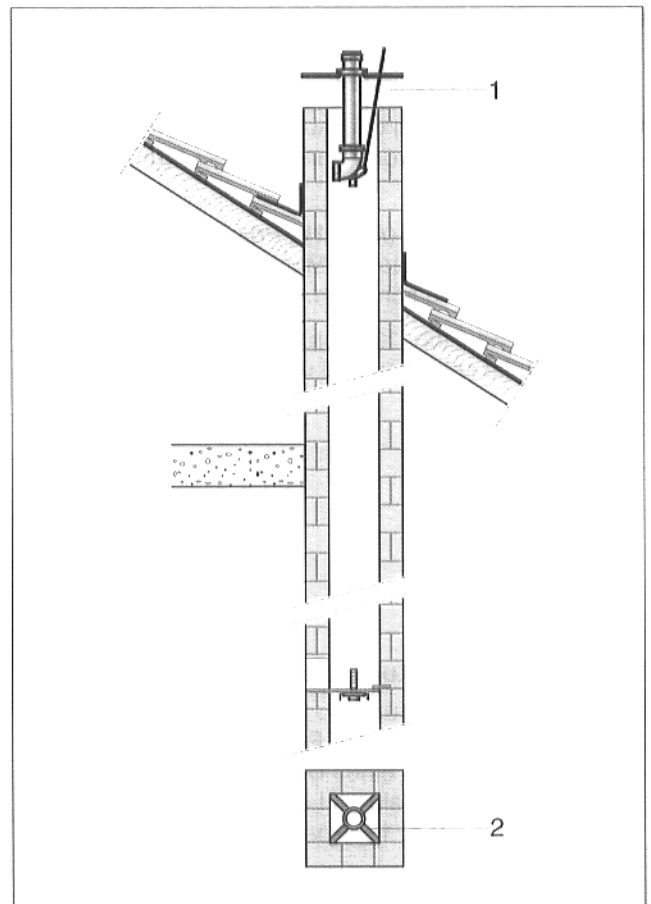

Abb. 10 Rohrmontage
- Montageseil am Stützbogen befestigen (Abb. 10, Pos. 1). Das Montageseil sollte mindestens 3 m länger als die Gesamthöhe des Schornsteines sein.
- Abstandshalter (immer zwei über Kreuz, Abb. 10, Pos. 2) über nächstes Rohrstück schieben und Rohr in Muffe einstecken. Abgasleitung absenken. Mit allen weiteren Rohren entsprechend verfahren.